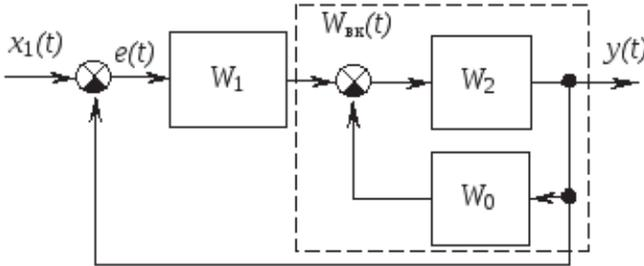

Рисунок 3 – Структурная схема двухконтурной системы РА
**Пример 1.** Свести к эквивалентной одноконтурной схеме двухконтурную систему, приведенную на рис. 3.
Аналогично определяется общая передаточная функция системы, изображенной на рис. 3: